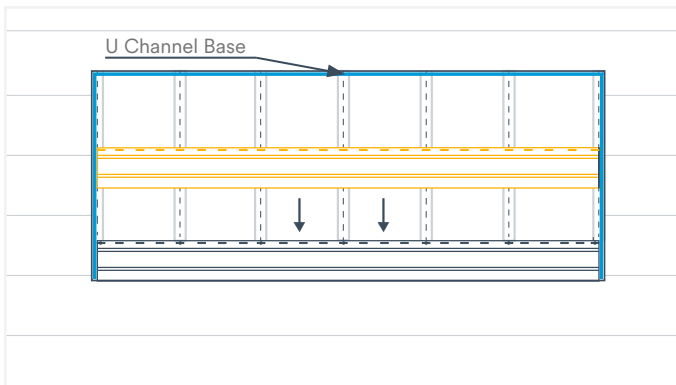

Fig. 33
1. Coloque un panel sobre el panel previamente instalado, alineando los extremos de ambos paneles (Fig. 33).